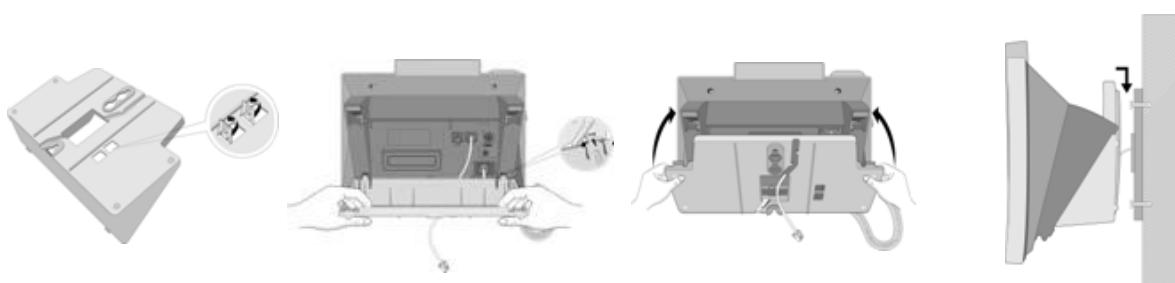

Рис. 4.7-6 Крепление на стене телефона серий LIP-7000
Телефоны LIP-24D/DH или LIP 7000 устанавливаются на стене при помощи соответствующего монтажного комплекта для крепления на стене. Настенный монтажный комплект закрепляется на стене, как описывается ниже и показано на Рис. 4.7-6.
- Вставьте два дюбеля в отверстия и ввинтите два шурупа, оставив их выступать на 6 мм. См. Рис. 4.7-6.
- Вставьте крюк из комплекта настенного монтажа для предотвращения падения телефонной трубки после установки телефона на стене. Для телефонов серии LIP-7000 крюк для трубки изготавливается как элемент настенного держателя, см. Рис. 4.7-6.